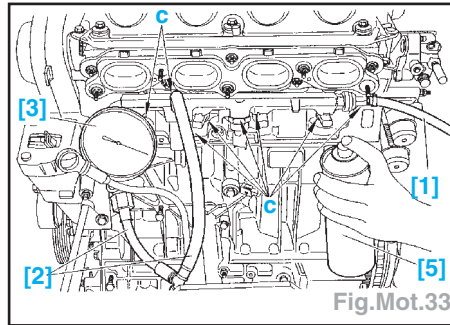

Fig.Mot.33
- Pulvériser le produit en «c», mettre en pression à 3,7 bars et vérifier en «c» l'absence de bulles (Fig.Mot.33).